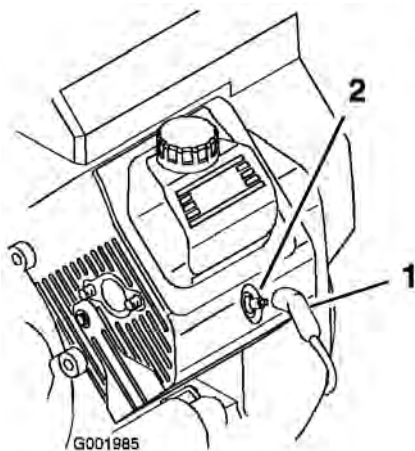

Bild 47
3. Ziehen Sie die Kabel von den Zündkerzen ab (Bild 47).
3. Stecken Sie die Kabel auf die Zündkerzen (Bild 47).